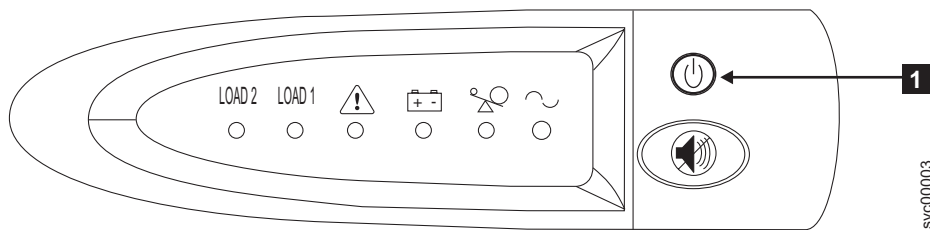

Figura 336. O conjunto do painel frontal do 2145 UPS-1U
1. Na frente do 2145 UPS-1U, pressione e segure o botão ligar/desligar (**1** na Figura 336) até que a luz de energia esteja apagada (aproximadamente cinco segundos). Em algumas versões do 2145 UPS-1U, é necessário um dispositivo com ponta, como uma chave de fenda, para pressionar o botão ligar/desligar. O 2145 UPS-1U entra no modo de espera.